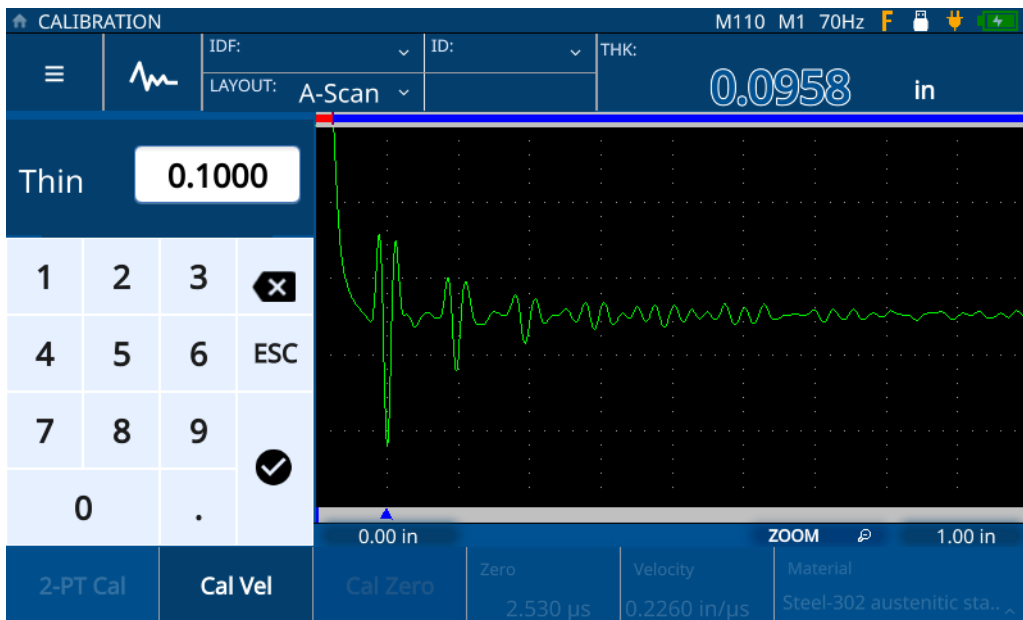

図 5-11 サンプル厚さの入力
8. **Thin (薄さ)** の値をタップして **Edit (編集)** モードにし、サンプルの厚さを入力します (52 ページの図 5-11 参照)。